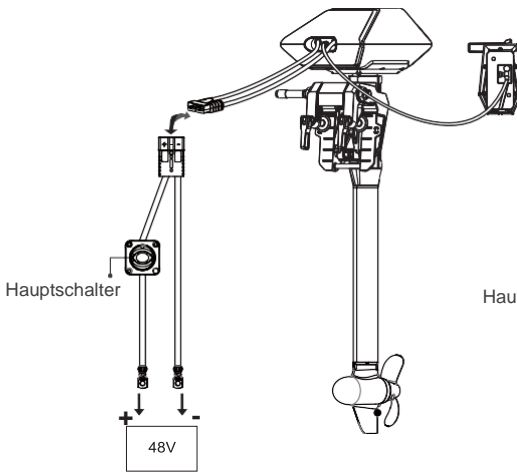
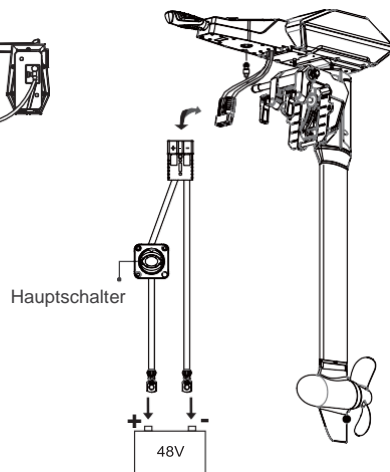

Abbildung 5-14
Abbildung 5-15
**Schritt 2:** Verbinden Sie den NAVY-Außenborder und Fernsteuerung/Pinnengriff mit einem Verbindungskabel. Bitte beachten Sie Abbildung 5-14 oder Abbildung 5-15.